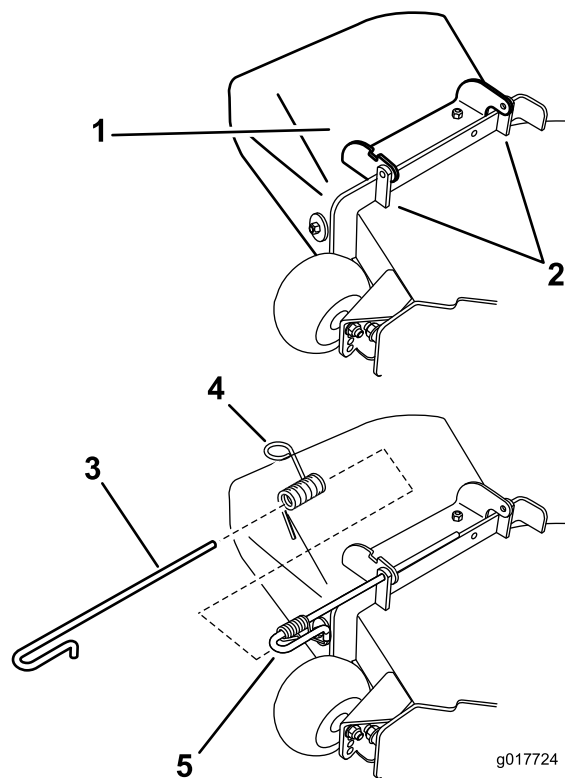

Figure 76
1. Désengagez le ressort du cran dans le support de déflecteur et sortez la tige des supports soudés du plateau, du ressort et du déflecteur d'éjection (Figure 76). Enlevez le déflecteur s'il est endommagé ou usé.
2. Positionnez le nouvel ensemble déflecteur d'éjection en plaçant les extrémités du support entre les supports soudés du plateau, comme illustré à la Figure 76.